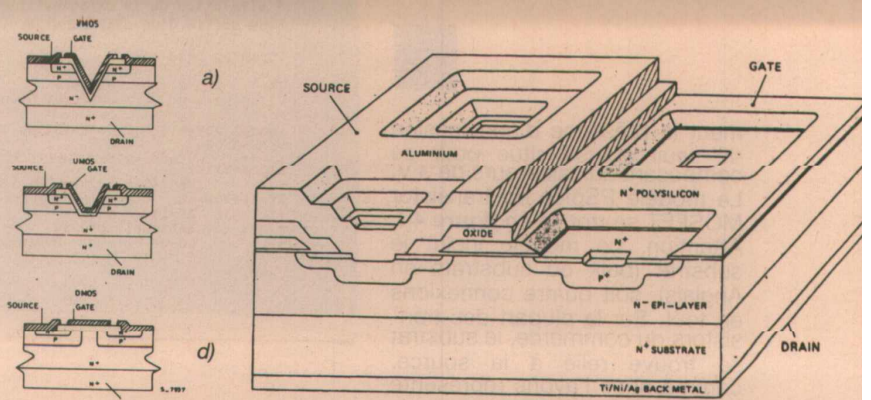

Figure 5
En **figure 5**, vous trouverez les principales étapes des technologies utilisées dans la fabrication des transistors MOS. En **figure 5 a** apparaît le V-groove MOS, introduit en masse dans le milieu des années 70. Puis d'autres puces suivirent, laissant finalement la place au MOS double diffusion à grille silicium de la
**figure 5 d** (document PHII IPS), le DMOS (double-diffused MOS). Malgré les différentes appellations données par les fabricants (Hexfet, TMOS, SIPMOS, MOS-POWER...), les pastilles restent quasiment identiques. Toutes ces structures possèdent un